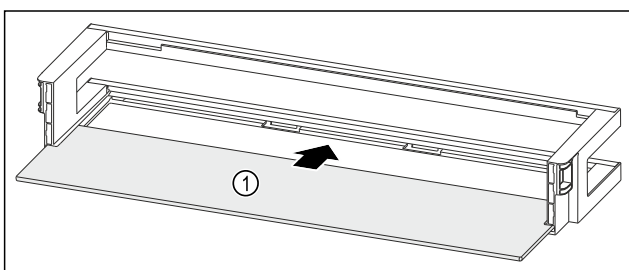

Fig. 154 Türabsteller mit Abstellfläche
- ▶ Abstellfläche Fig. 154 (1) in die seitlichen Aussparungen einschieben.